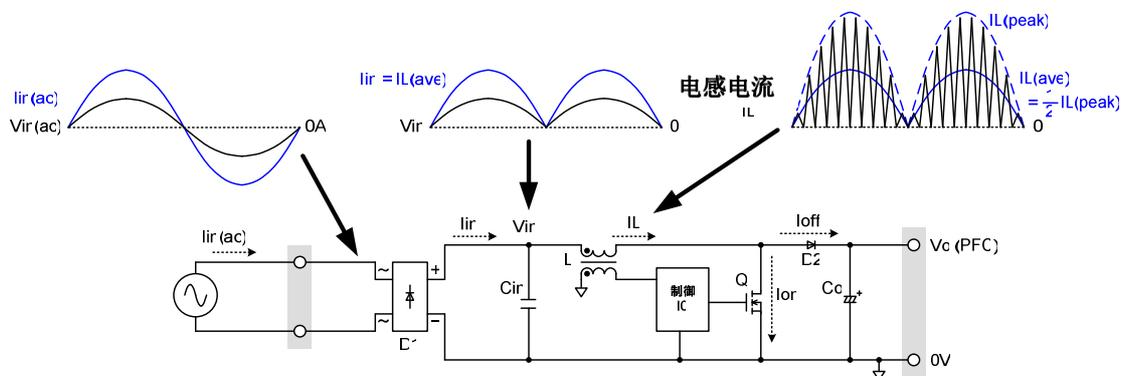

图 6 . 电路的波形示例
如公式 (3) 所示，由于本 IC 为脉宽控制工作方式， I_{in} 与 V_{in} 是正比关系，故可以改善功率因数。电路的波形例如图 6 所示。